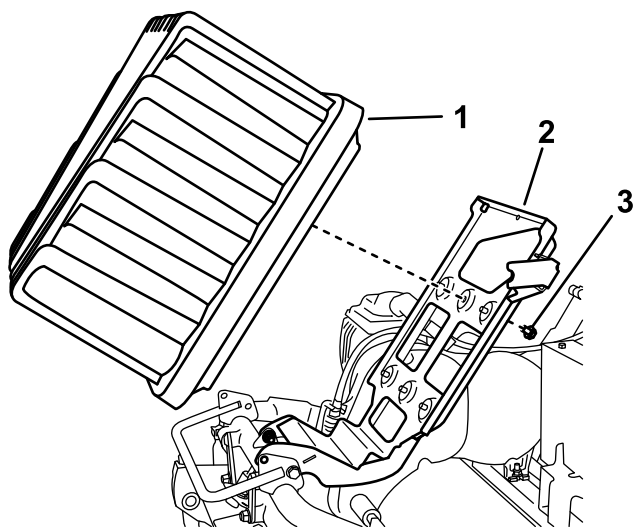

图 6
6. 从机器上卸下电池和电池平台图 6。
7. 拆下将电池固定到平台上的螺栓和垫圈请按照当地、州和联邦法规处置或回收电池图 6。